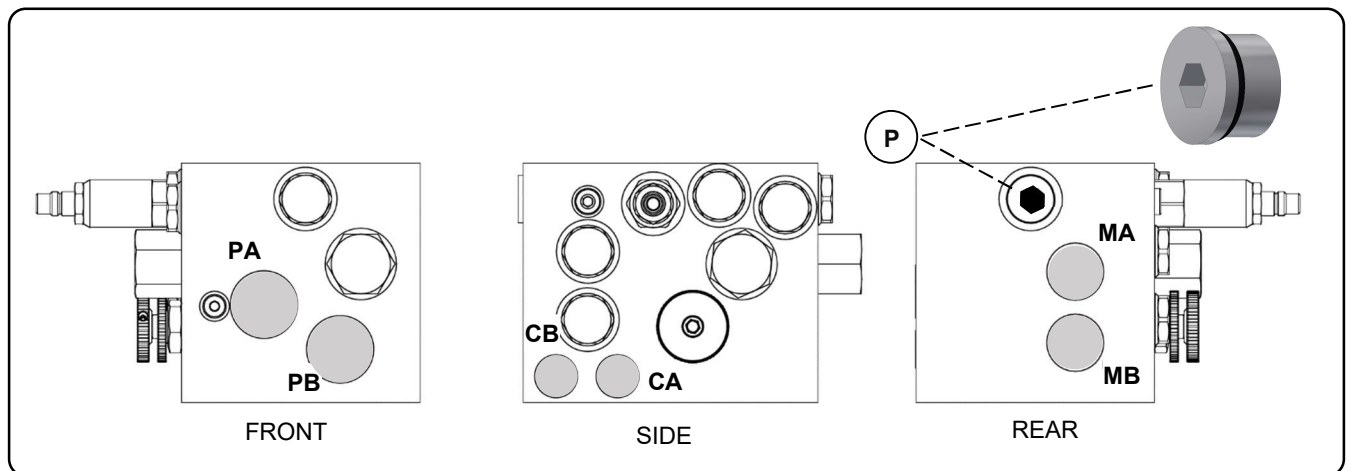

Bild.14
Hydraulventilen på SVX kan hantera ett oljeflöde på MAX 120 l/min och reglera ett flöde till sopvalsens på 0-60 l/min, **MA** port Bild.14 (se även kapitel 2.8.1). Samt reversera borsten (omvänd rotationsriktning) med ett fast flöde, **MB** port.
Sopvalsens hydraulventil har olika märkningar på dess anslutningar - se Bild.14.
Pluggen med insex infattning (P) - se Bild.14, ska alltid demonteras innan start, vid konfigurerings - läs installation anvisning art.nr. 2020014 - levereras med varje maskin.